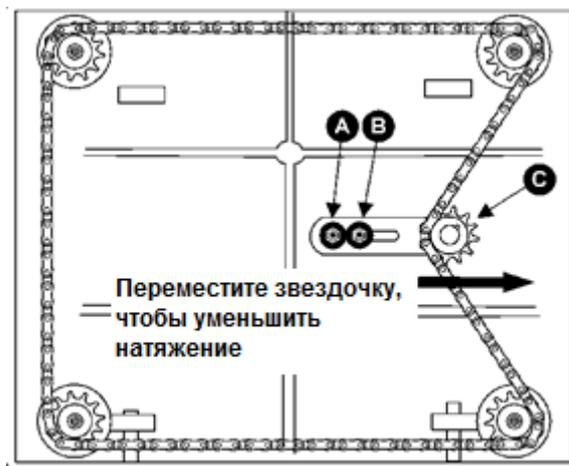

Рис. 23
2. Переверните станок на боковую сторону, чтобы видеть нижнюю поверхность станка (см. Рис. 23).
3. Открутите болт (А, см. Рис. 23) и ослабьте болт (В, см. Рис. 23), которые позволят переместить регулируемую звездочку (С, см. Рис. 23) достаточно, чтобы ослабить натяжение цепи.
5. Когда все регулировки выставлены правильно, поместите цепь обратно на угловые звездочки, переместите звездочку (С, см. Рис. 23) обратно, чтобы натянуть цепь, затяните болт (В, см. Рис. 23), а также вкрутите и затяните болт (А, см. Рис. 23).